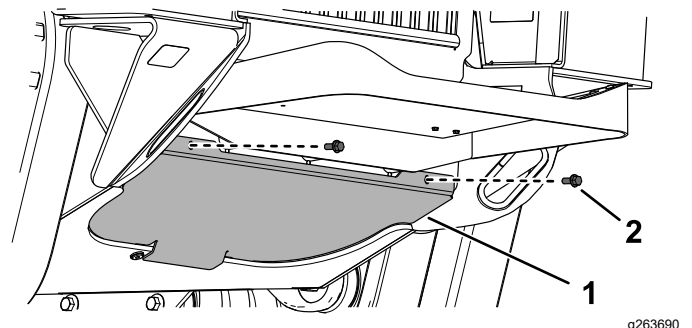

Figure 37
1. Retirez les 2 boulons de fixation de la plaque inférieure (Figure 37).